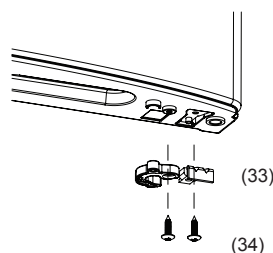

Рис. 10
- Снимите доводчик рис. 10 (33) в нижней части двери морозильного отделения, открутив винты рис. 10 (34) и зафиксируйте его на противоположной стороне.